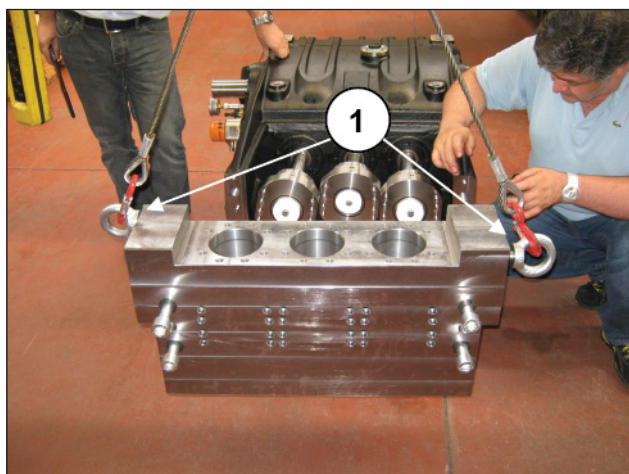
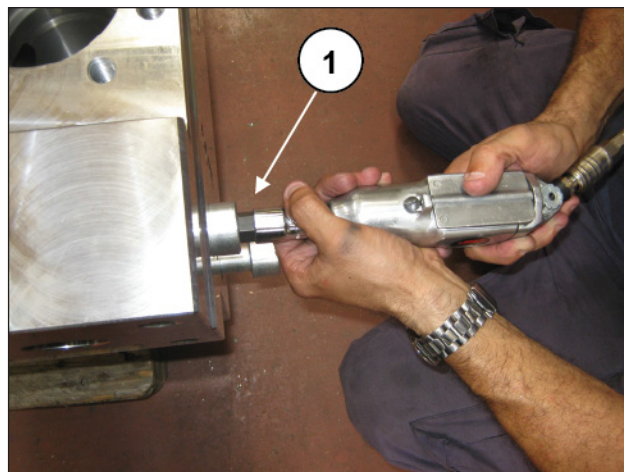

图 167
图 168
把两个M24吊环螺栓安装在输油管法兰的安装孔内（位置①，图 167），然后拧松把泵头固定在前曲轴箱的4个M24螺钉（位置②，图 168）。